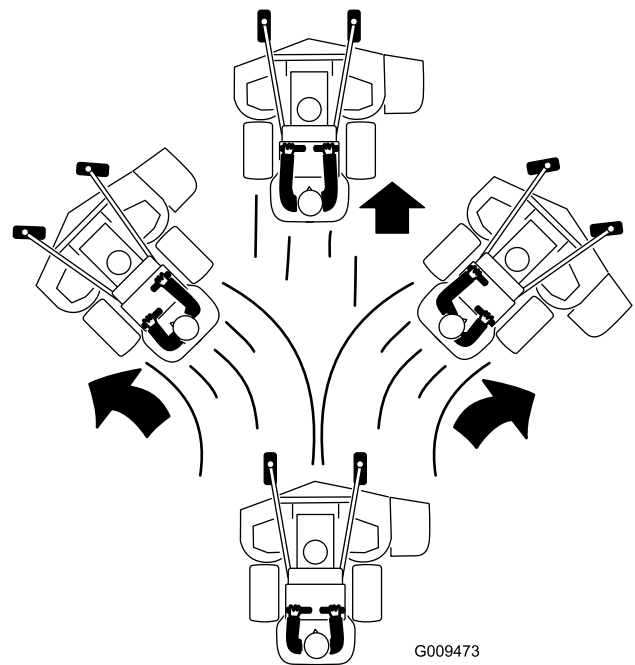

Figura 21
3. Spingete lentamente in avanti le leve di controllo del movimento (Figura 21).